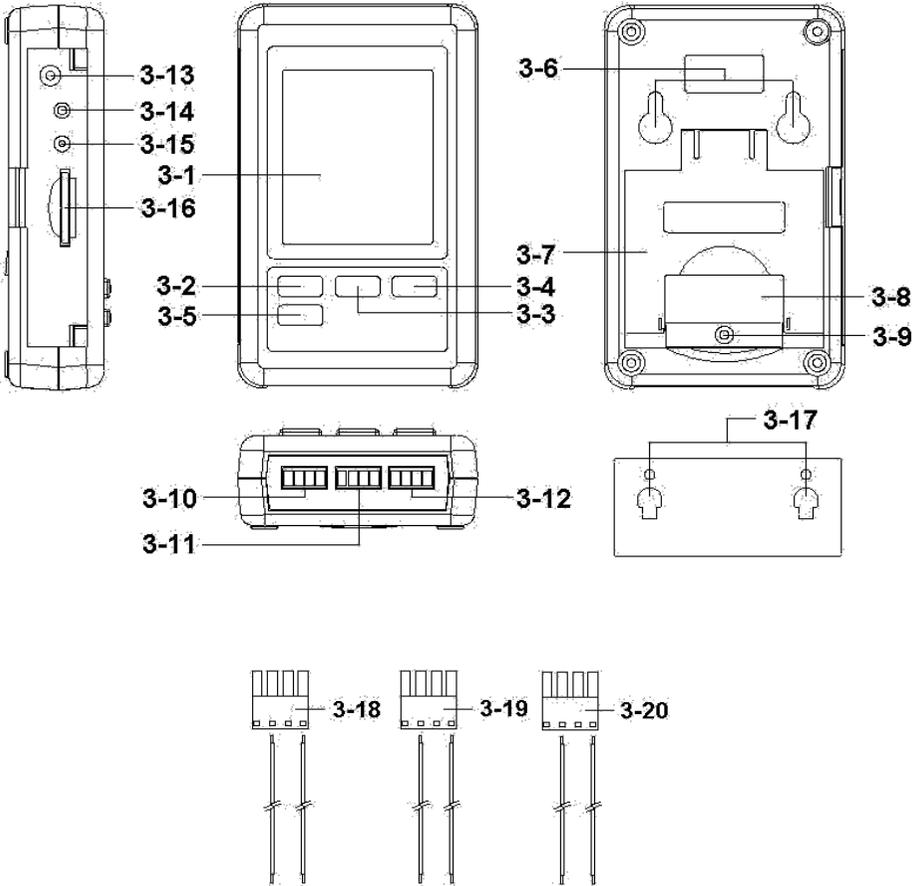

Fig. 1
- * Svitare la vite del coperchio del vano batteria (3-9, Fig. 1) e rimuoverla (3-8, Fig. 1) dal misuratore.
- * Inserire il terminale di uscita dell'alimentatore nella presa di ingresso dell'alimentatore da 9V di DC (3-13, Fig. 1)
- 2) Collegare i cavi da 4-20 mA alla presa CH 1 (3-18, Fig. 1)
4-20 mA CH 2 (3-19, Fig. 1), 4-20 mA CH 3 (3-20, Fig. 1)
presa di ingresso 4-20 mA CH 1 (3-10, Fig. 1)
presa di ingresso 4-20 mA CH 1 (3-11, Fig. 1)
presa di ingresso 4-20 mA CH 1 (3-12, Fig. 1)
Preparare una scheda di memoria SD (1 a 16 GB, opzionale), inserire la scheda SD nella slot della scheda SD (3-16, Fig. 1) con la direzione corretta.
Tenere premuto il tasto Registratore (3-2, Fig. 1) per > 2 secondi, fino a quando il display mostra l'indicatore "DATALOGGER". Rilasciare il tasto (3-2, Fig. 1). I dati delle informazioni temporali verranno salvate nel circuito di memoria.
Durante l'esecuzione della funzione di registrazione dei dati il display mostra l'indicatore "Datalogger". Premere il pulsante "Logger" (3-2, Fig. 1) > 2 fino a quando l'indicatore "DATALOGGER" scompare. Rilasciare il pulsante "logger" e termina la funzione di registrazione.
- 1) Dopo aver eseguito la funzione del Datalogger, togliere la scheda SD dalla slot (3-16, Fig. 1).